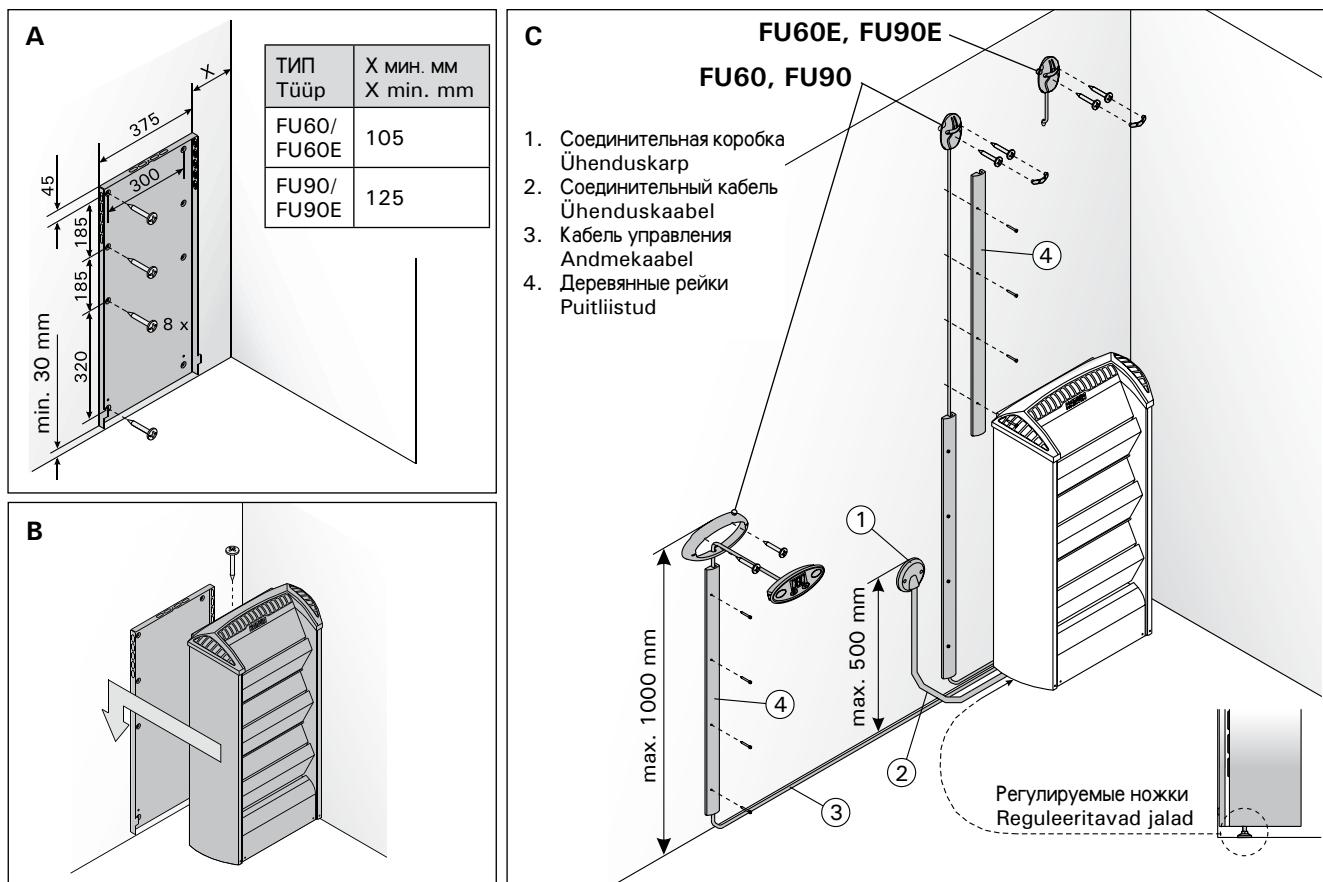

Рисунок 9.
1. С помощью прилагаемых шурупов прикрепите к стене монтажную раму, соблюдая минимальные расстояния, указанные в таблице 2 и на рис. 5. Установка рамы изображена на рис. 9.
Сечение проводов, подходящих к управлению нагревом и к сигнальной лампочке, должно соответствовать питающему кабелю каменки. Каменка гибким кабелем подсоединяется к соединительной коробке в стене сауны. См. рис. 9. В качестве кабеля следует использовать резиновый кабель типа HO7RN-F или подобный.
Панель управления каменки FU поставляется в комплекте с тремя деревянными рейками, которыми можно закрыть кабель управления, установочным фланцем и двумя винтами для крепления панели на удобной высоте. Если в стене имеется канал для прокладки кабелей, то кабель, ведущий к панели управления, можно скрыть в стене. В противном случае монтаж следует производить по поверхности стены. См. рис. 9. Сигналы, передаваемые панелью управления, являются слаботочными сигналами. Поэтому панель безопасна при установке на основание из любого материала.